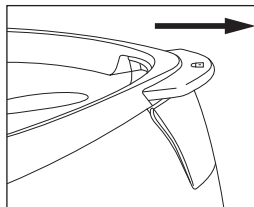

Рис. 1
- При наличии защитной плёнки на подошве паровой станции, (6) снимите её.
- В резервуаре (2) могут быть остатки воды, так как на производстве паровая станция проходила контроль качества.
- Снимите утюг с корпуса паровой станции (1), для этого разблокируйте фиксатор (4) (рис. 1) и снимите утюг.
- Протрите корпус паровой станции (1) и подошву утюга (6) слегка влажной тканью, после чего вытрите насухо.